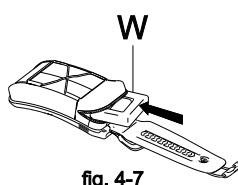

fig. 4-7
1. Inserire la zavorra (W) nella tasca portapiombi aperta. (fig. 4-7) Per il peso massimo sostenibile, vedere le caratteristiche del modello.